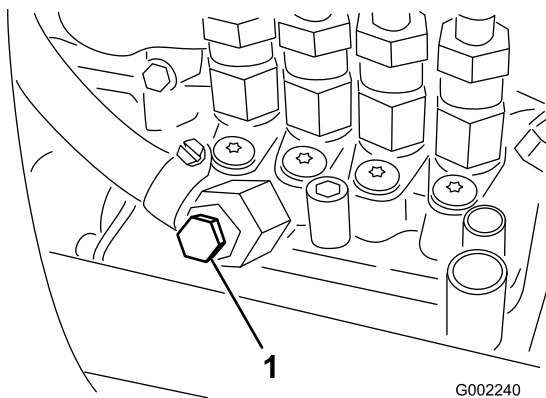

Bild 42
7. Öffnen Sie die Entlüftungsschraube an der Kraftstoffeinspritzpumpe (Bild 42).